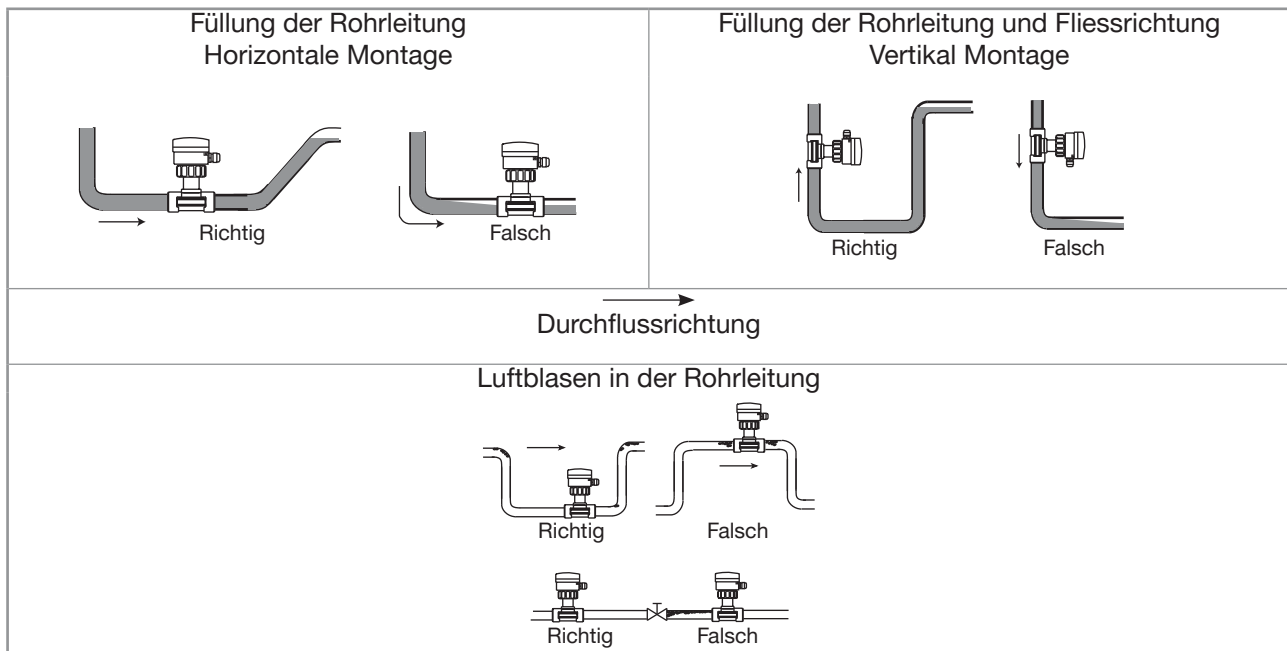

Bild 5: Füllung der Rohrleitung, Fließrichtung, vertikale Montage und Luftblasen in der Rohrleitung
- Rohrleitung am Sensor muss immer bis zur Höhe des Sensors gefüllt sein (Siehe Bild 5).
- Bei vertikaler Montage verläuft die Fließrichtung nach oben (Siehe Bild 5).
- Bildung von Luftblasen in der Rohrleitung am Sensor vermeiden (Siehe Bild 5).
- Rohrleitung am Sensor-Fitting muss immer bis zur Höhe des Sensors gefüllt sein (Siehe Bild 5, Kapitel 7.2.1),
- bei vertikaler Montage verläuft die Fließrichtung nach oben (Siehe Bild 5, Kapitel 7.2.1).
- Bildung von Luftblasen in der Rohrleitung am Sensor-Fitting vermeiden (Siehe Bild 5, Kapitel 7.2.1).